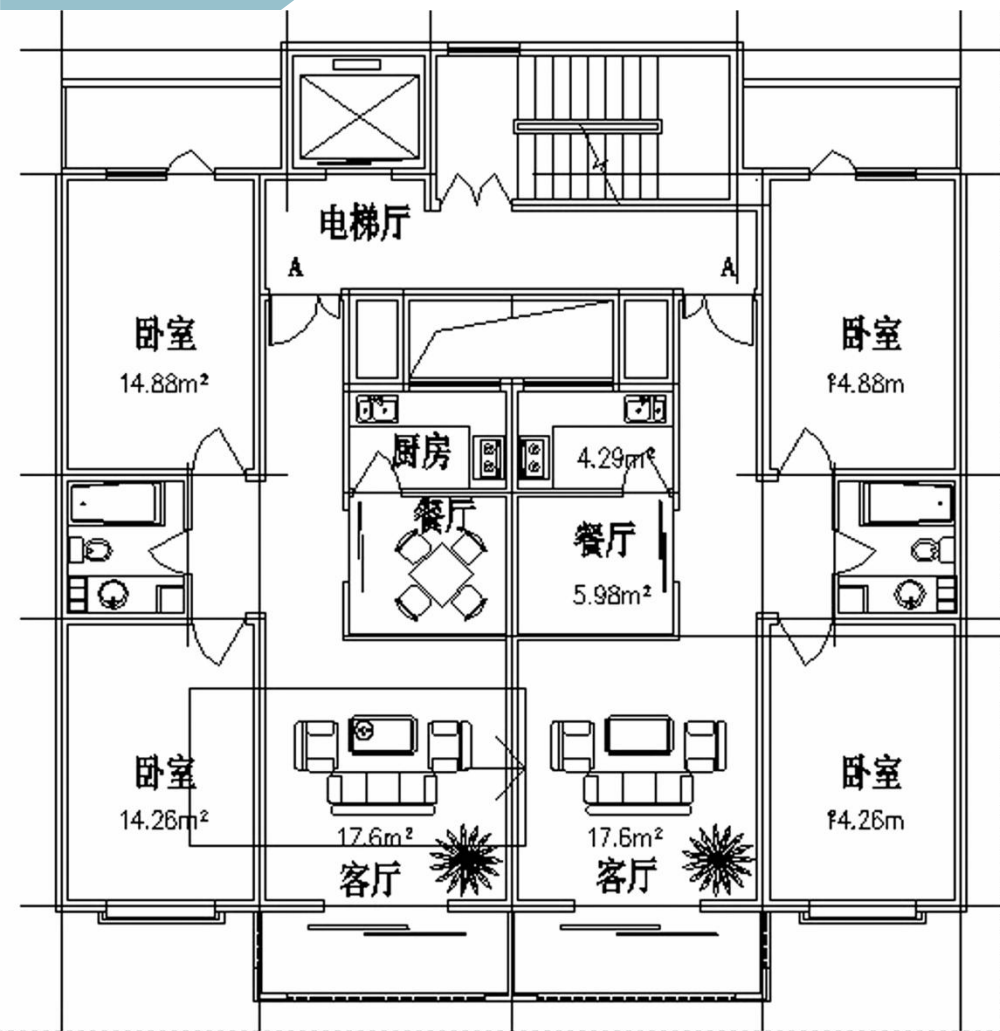
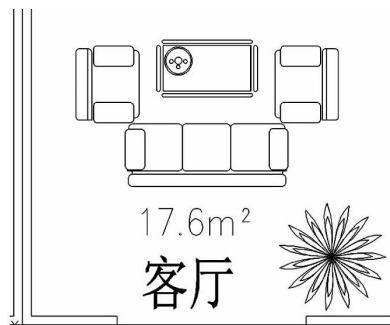

图 1-18 将视图框放到“客厅”位置
图 1-19 显示动态缩放视图框所框定的区域
3、调整视图框的大小后，将其放到将要观察的区域（如图1-18所示，将视图框放到“客厅”位置），按Enter键，则视图框所框定的区域占满整个屏幕，结果如图1-19所示。